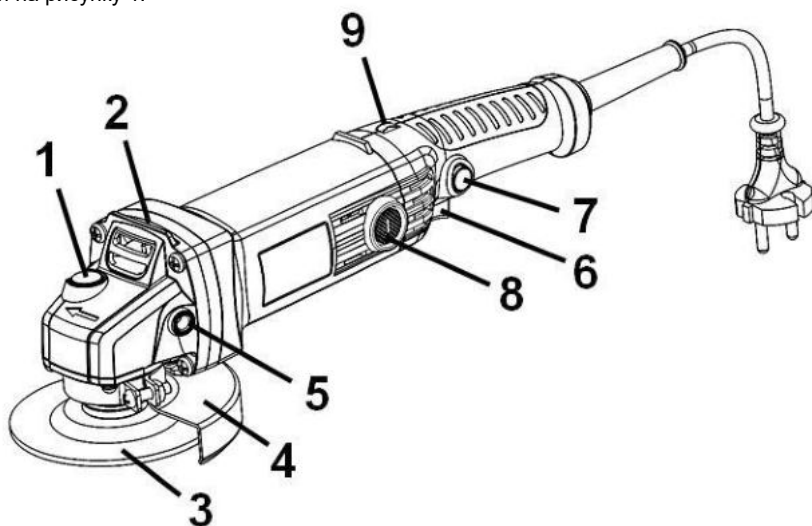

Рисунок 1
2.2.1 Конструкція виробу складається з одноступеневого редуктора з кіничними шестернями в металевому корпусі (2), який приєднаний до пластикового несучого корпусу з колекторним двигуном змінного 1-фазного струму, перемикачем (6), регулятором швидкості (9) мережевим шнуром живлення згідно з рис.1. Вихідний вал редуктора розташований перпендикулярно осі двигуна і є робочим шпинделем для приєднання змінних насадок (абразивних дисків) (3) з фіксацією затисковою гайкою, або накрученими на шпиндель. На металевому корпусі (2) хомутівим з'єднанням закріплені захисний кожух (4) з можливістю фіксування позиціонування по колу. Сервісні кришки (8) дозволяють прискорити заміну щіток двигуна без розборки виробу. Для фіксації шпинделя під час зміни дисків (3) в корпусі редуктора (2) передбачений кнопковий фіксатор (1). Електрична частина виробу складається з колекторного однофазного електродвигуна змінного струму, вимикача електроструму, регулятора швидкості, з'єднувальних проводів і мережевого шнура. Захист від ураження електричним струмом користувача у виробу відповідає класу II за ДСТУ EN 61140:2015.